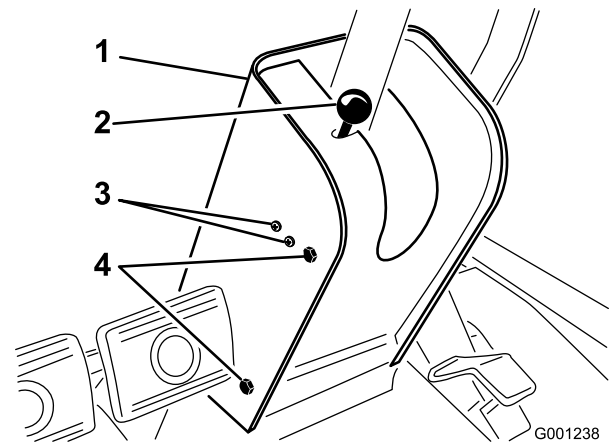

Bild 61
2. Nehmen Sie das Handrad von der Feststellbremsstange und die Schrauben von der Abdeckung der Lenksäule (Bild 61).
4. Lösen Sie die Schrauben und Muttern, mit denen der Schalter der Feststellbremse links an der Lenksäule befestigt ist (Bild 61).